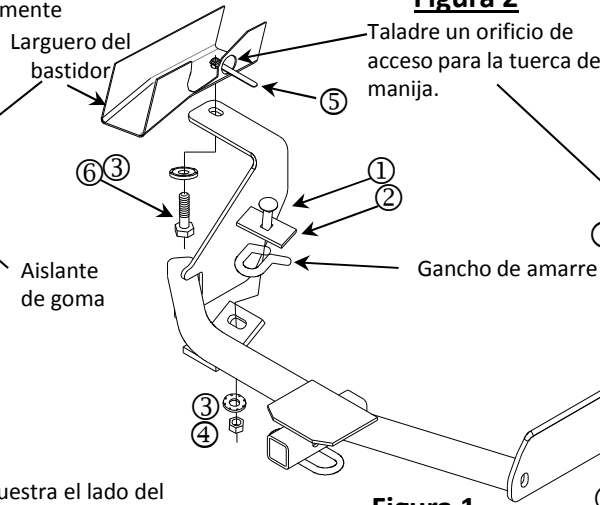

Figure 1
- Instale el perno de carruaje de 1/2 y el espaciador como se muestra en la Fig 1., en el gancho de amarre.
- Aplique los aislantes galvánicos transparentes al soporte del lado del pasajero como se muestra. Fig. 1.
- Levante el enganche a la posición e instale la arandela cónica y la tuerca a la unión de amarre, no apriete más en este punto. Fig. 1.
- Inserte los tornillos de 1/2 a través de las ranuras en ambos lados e instale los tornillos como se muestra en la Fig. 1. Nota: En el lado del pasajero el protector de calor queda inserto entre el larguero del bastidor y el enganche.